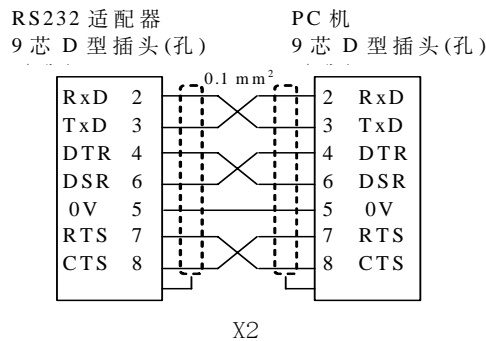
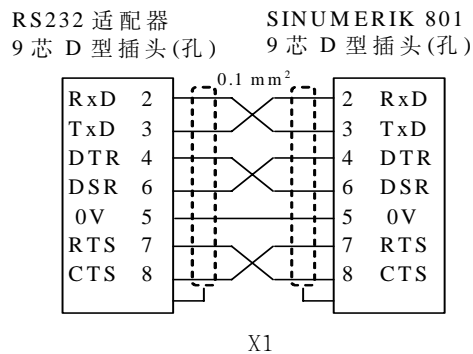

图 2-18 连接图 1(PC 机串行口为 9 芯插头)
图 2-20 连接图 3
- (1) 图 2-18 ~ 图 2-20 中所标注的 X1/X2 均为 RS232 适配器本身所具有的接口。其中 RS232 适配器与 PC 的通讯接口为 X2，与 SINUMERIK 801 的通讯接口为 X1;
- (2) SIEMENS 可以提供通讯电缆(9 芯到 9 芯的 D 型插头)，其订货号为: 6FX8002-1AA01-1..0;
- (3) 有关使用说明: RS232 隔离器允许的最大通讯波特率为 9600，连接 PC 以及 SINUMERIK 801 的两个电缆的长度均不得超过 15 米。